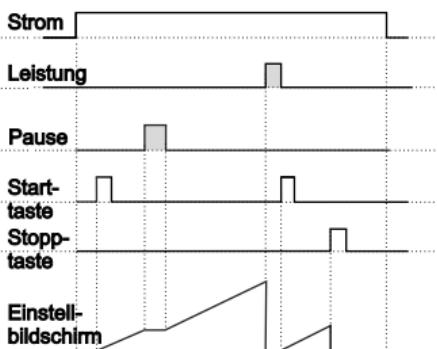

Abbildung 1.4
1.2.2 Wenn Aufwärtszählen **DECt** = 0 und **butF oFF** ist, wird das Regelschema in Abbildung 1.4 gezeigt.